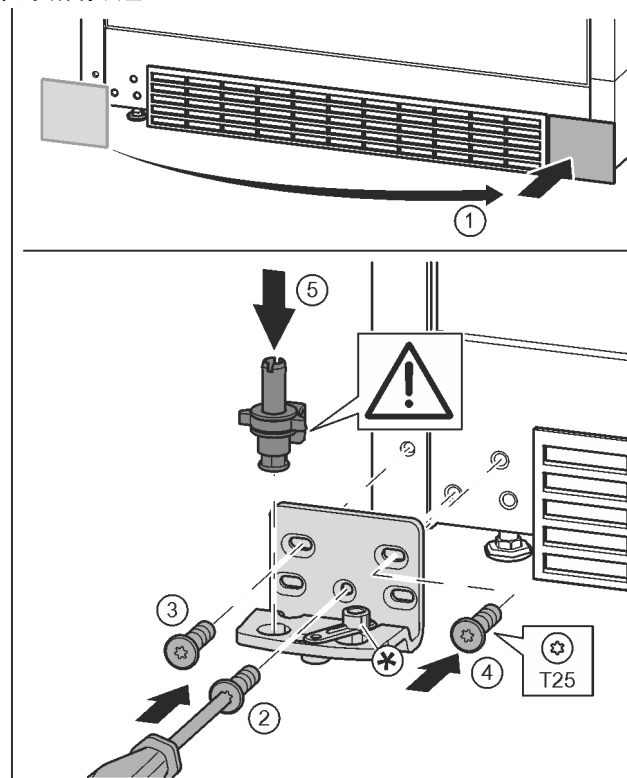

Fig. 17
- ▶ 取下盖板并安装至另一侧。Fig. 17 (1)
- ▶ 将托架安装到另一侧，并借助 T25 螺丝刀旋紧。用螺钉 2 从底部的中心开始。Fig. 17 (2)
- ▶ 拧紧螺钉 3 和 4。Fig. 17 (3, 4)
- ▶ 将轴承螺栓完全装入。同时注意止动凸轮需指向后方。Fig. 17 (5)